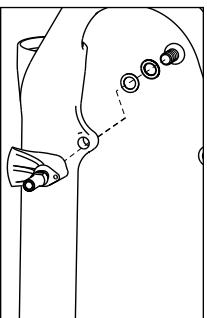

Fig. 6
1. Instale el adaptador de freno en el brazo de la horquilla, utilizando las lengüetas de montaje que se suministran (Fig. 6).